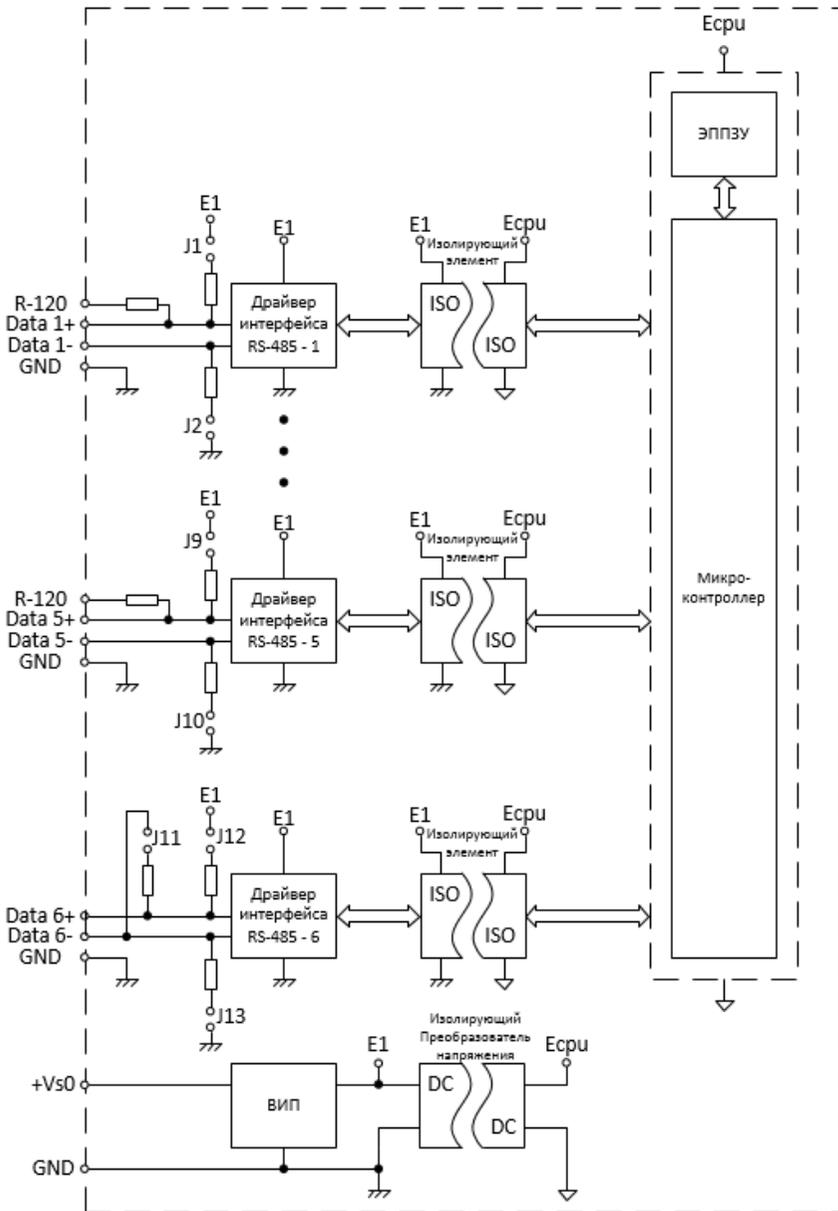
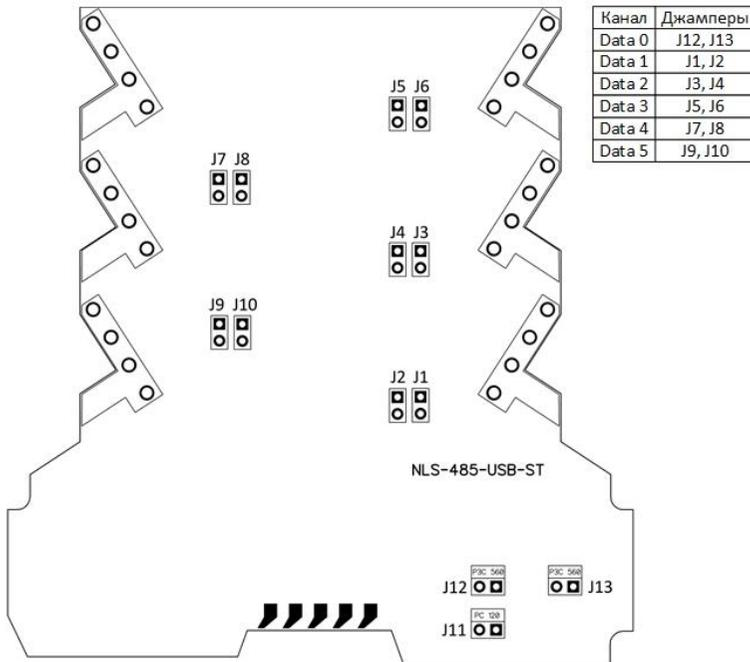

Рис. 3.1. Структурная схема модуля NLS-485C-5-ST
Рис. 4.3. Расположение «джамперов» подключения согласующих резисторов на плате модуля NLS-485C-5-ST
- содержит на линиях разветвления RS-485 встроенный резистор для согласования выходного сопротивления с кабелем с волновым сопротивлением 120 Ом и резисторы смещения для устранения состояния неопределенности линии передачи (см. рис. 3.1);
Основой модуля NLS-485C-5-ST (рис. 3.1) является микроконтроллер, который обеспечивает управление потоками данных между каналами. Вторичный импульсный источник питания (ВИП) преобразует напряжение питания в диапазоне от +10 до +30 В. Также на схеме расположен преобразователь напряжения с гальванической развязкой для питания внутренних цепей. Интерфейсы RS-485 выполнены на стандартных микросхемах (приемопередатчик RS-485), удовлетворяющих стандарту EIA и имеющих защиту от электростатических зарядов, от выбросов на линии связи, от короткого замыкания и от перенапряжения. Все каналы RS-485 имеют гальваническую изоляцию (по линиям Data+ и Data-) между собой и от основной схемы модуля.
Каждый канал модуля имеет возможность подключения терминального резистора 120 Ом между линиями Data+ и Data- и резисторов подтяжки по питанию 560 Ом (Data+ к «+» питания, Data- к «земле»). Чтобы подключить терминальные резисторы на каналах Data1...Data5, достаточно соединить перемычкой клемму «R120» с клеммой «Data-» соответствующего канала. Как видно на структурной схеме, клемма Data+ соединена с терминальным резистором уже внутри модуля. Чтобы подключить терминальный резистор канала Data0 необходимо аккуратно разобрать корпус, предварительно сняв металлическую защелку (см. рис. 4.2), и установить «джампер» J11 (см. рис. 3.1). Аналогичным образом подключаются резисторы подтяжки к питанию по всем каналам – с помощью «джамперов» (рис. 4.3). **По умолчанию все подтяжки и терминальные резисторы отключены.**
11.07.2024	Актуализированы рис. 3.1, рис. 4.1